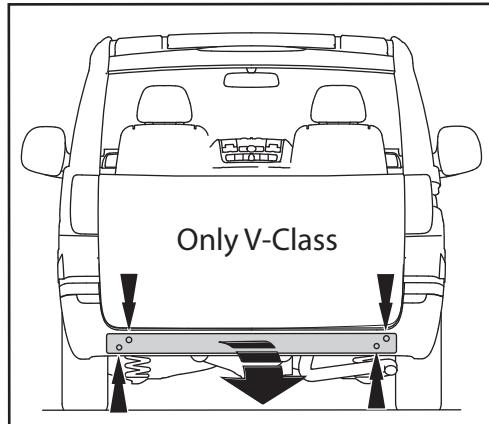

Fig. 1
2. **Для автомобилей Vito:** Снять бампер (См. рисунок 1).
**Для автомобилей V-class:** Снять бампер вместе со стальным буферным бруском автомобиля. Буферный брус больше не понадобится. См. рисунок 1.